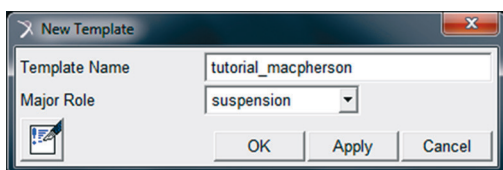

Figura 4.2 – Definição do *New Template*.
- Especifique o tipo de *Subsystem* a ser construído na opção *Major Role*, conforme ilustrado na Figura 4.2.